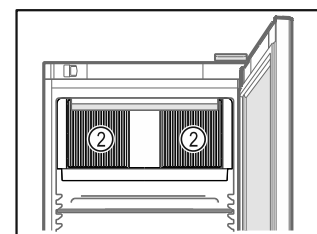

Fig. 48
- Lüftungsschlitze *Fig. 48 (2)* des Umluftgebläses im Innenraum freihalten.